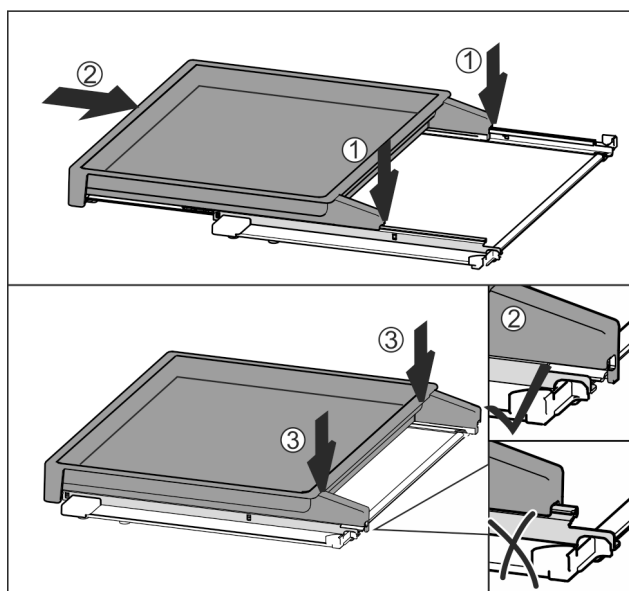

Fig. 134
- ▶ Appoggiare centralmente sulle guide Fig. 134 (1).
- ▶ Spingere completamente il ripiano estraibile Fig. 134 (2).
- ▶ Premere sul lato posteriore fino ad avvertire l'innesto Fig. 134 (3).